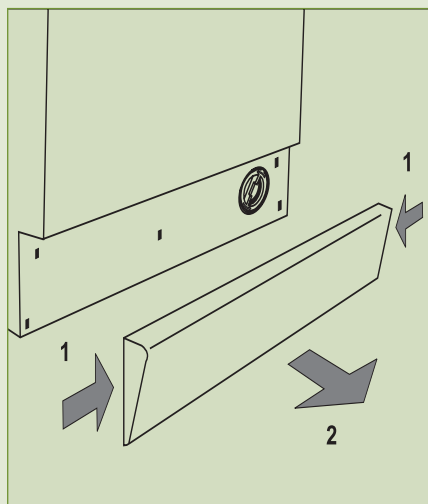

Рис. 17
1. Снимают переднюю панель (рис. 17).